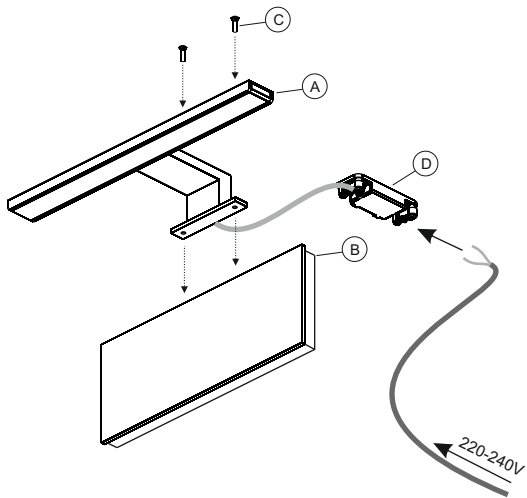
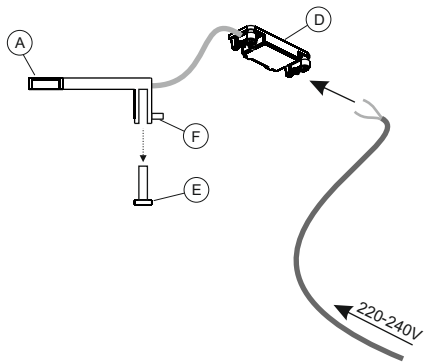

Fig 1
Fig 3
**FELSZERELÉS A TÜKÖR MÖGÖTTI TÁBLÁRA (fig.1,2):**
- Rögzítse a lámpát (A) a tükröt tartó táblára (B) a csomagban található csavarokkal (C).
**FELSZERELÉS A TÜKÖRRE (Fig. 3, 4, 5):**
- Lazítsa fel a szorítócsavarokat (F) távolítsa el a szerelőtalpat (E) (Fig.3).